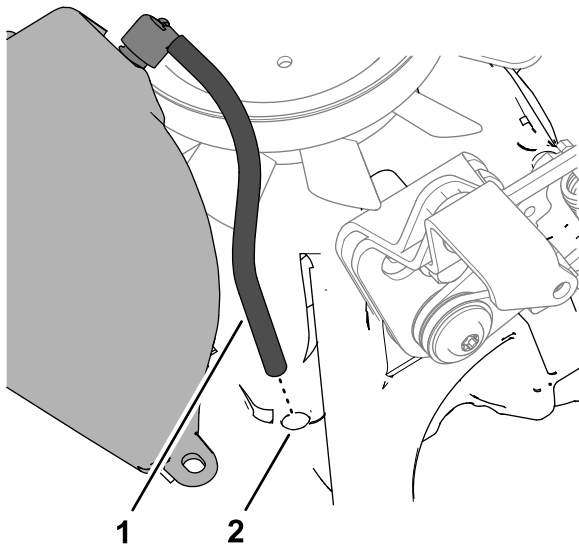

Figura 60
5. Introduzca la manguera de ventilación del depósito de expansión en el orificio de la carcasa principal del transeje (Figura 60).